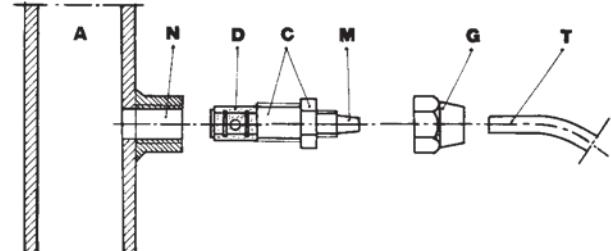

Fig. 9
G) Applicare sulla condotta dell'impianto da trattare, nel punto più idoneo per effettuare l'iniezione del prodotto da dosare, un raccordo da 3/8" gas femmina. Tale raccordo è escluso dalla fornitura. Avvitare la valvola di iniezione nel raccordo utilizzando come guarnizione del Teflon Fig. 9. Connettere il tubetto all'attacco conico della valvola d'iniezione e bloccarlo con l'apposita ghiera G. La valvola di iniezione è anche valvola di non ritorno.